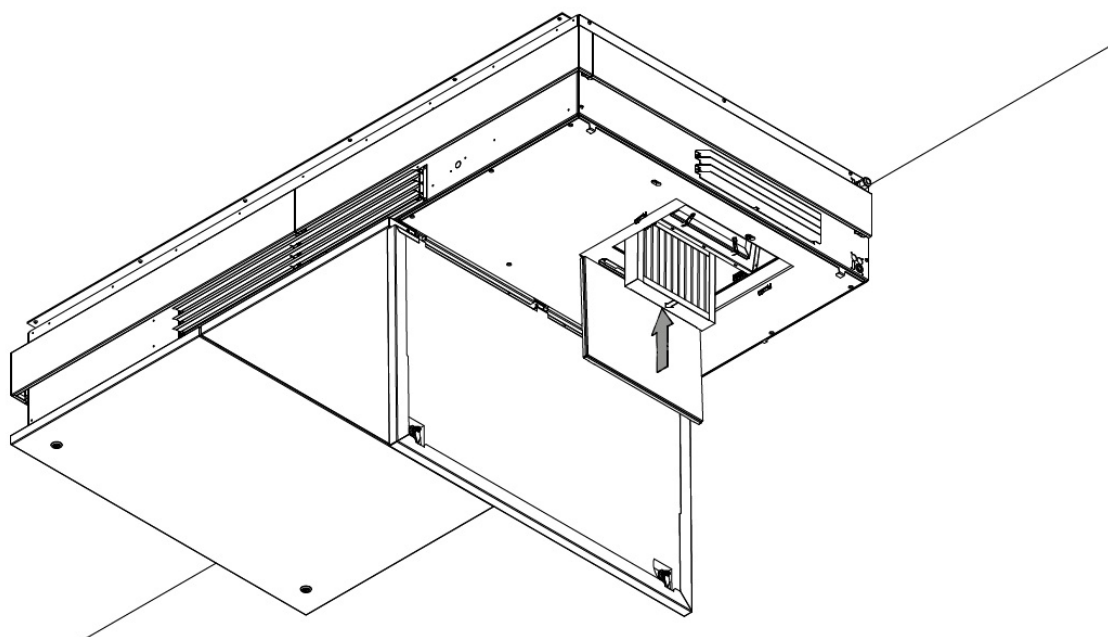

Figur 14: Åbning af hængsel, der holder finfilteret på plads
6. Åbn hængslet, der holder finfilteret på plads – se Figur 14 nedenfor.